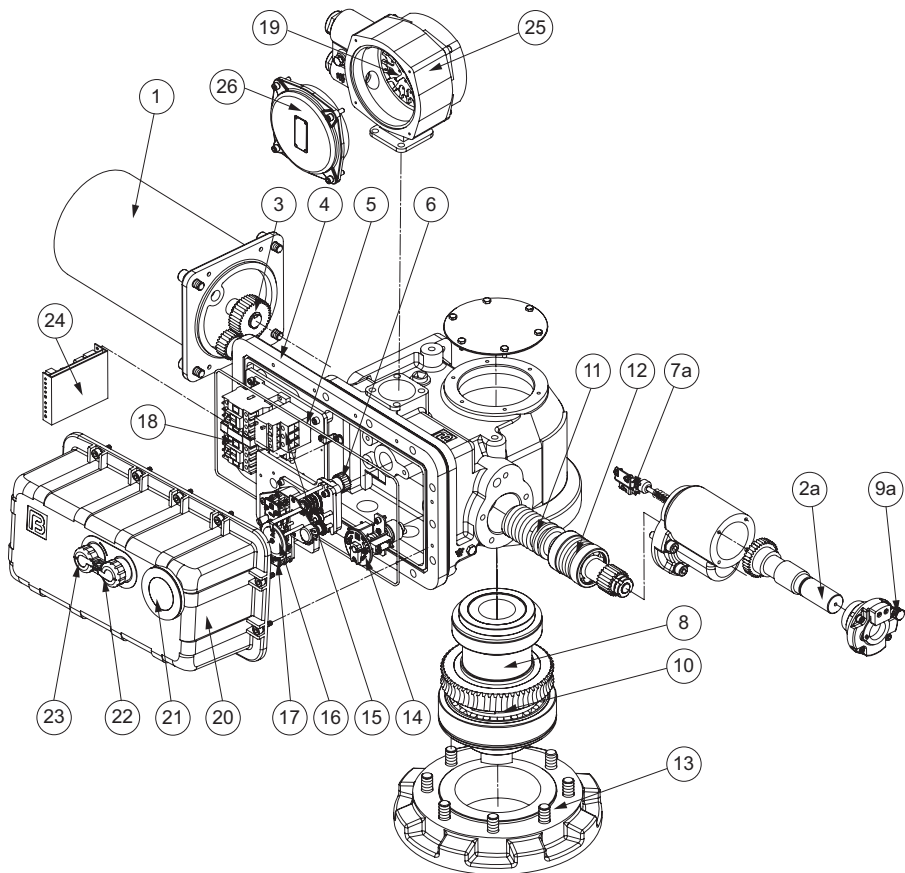

Рис. 5 Электроприводы типа ГЗ-ВВ, ГЗ-ВГ, ГЗ-ВД КСК
2.2. Электроприводы типа ГЗ-ВВ, ГЗ-ВГ, ГЗ-ВД КС (рис. 5)
Электроприводы типа ГЗ-ВВ, ВГ, ВД имеют идентичную конструкцию. Корпус (4) (рис. 5) – литой, к корпусу крепятся редуктор маховика ручного дублёра (21), электродвигатель (1), взрывозащищенная клеммная коробка (19, 20), монтажный фланец (12). В корпусе установлены червячный редуктор (9, 10) с тарельчатыми пружинами (11), выходной вал (7), двухсторонняя муфта ограничения крутящего момента (13), ограничитель хода выходного вала (14) и индикатор положения затвора арматуры (15).